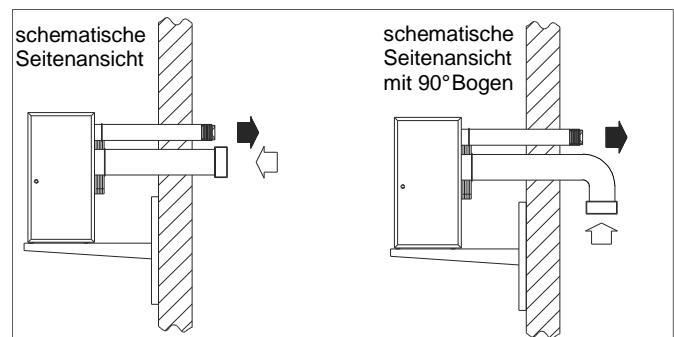

Abb. 7
**Bei der Außenwandmontage nach Typ C12 sind evtl. auftretende Witterungseinflüsse zu berücksichtigen. Die Verbrennungsluftzuführung ist ggf. mit einem 90° Bogen zu versehen, um das Ansaugen von Abgasen zu verhindern (Abb. 7).**
Die Rohre verlaufen horizontal durch die Außenwand. Die Rohrenden müssen innerhalb eines Quadrates mit einer Kantenlänge von max. 50 cm liegen (Abb. 7).